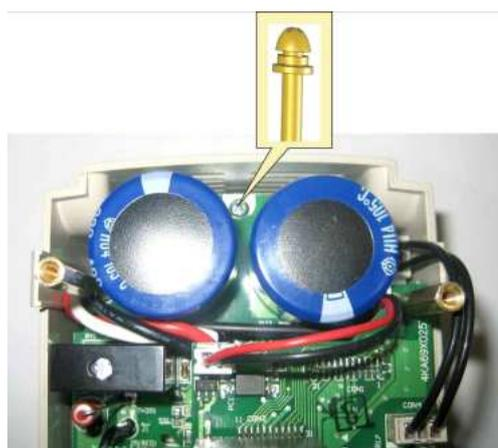

Рис. 6.6
6.5.1. Открутить винт в корпусе (рис. 6.6).